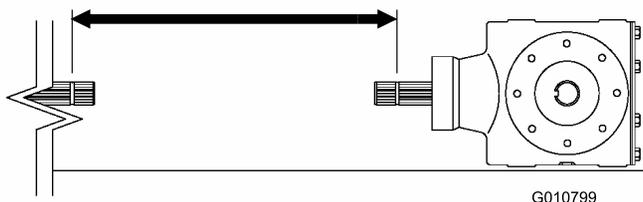
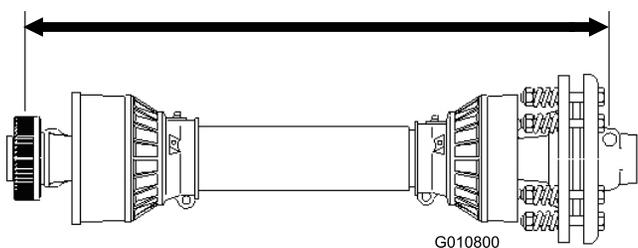

Figura 15
Figura 16
- Meça a distância entre a folga na ranhura de bloqueio no veio da tomada de força do trator e a ranhura de bloqueio no veio da tomada de força da transmissão do arejador (Figura 15). Registre esta distância. Exemplo: 70 cm.
- No veio da tomada de força, meça a distância entre o centro da esfera do pino de bloqueio numa extremidade e o centro do pino de bloqueio na outra extremidade (Figura 16). Registre esta distância. Exemplo: 81 cm.
- Utilizando a menor das duas medidas em Figura 15 e Figura 13, subtraia essa distância à distância em Figura 16. Exemplo: 81 cm menos 67 cm é igual a 14 cm.